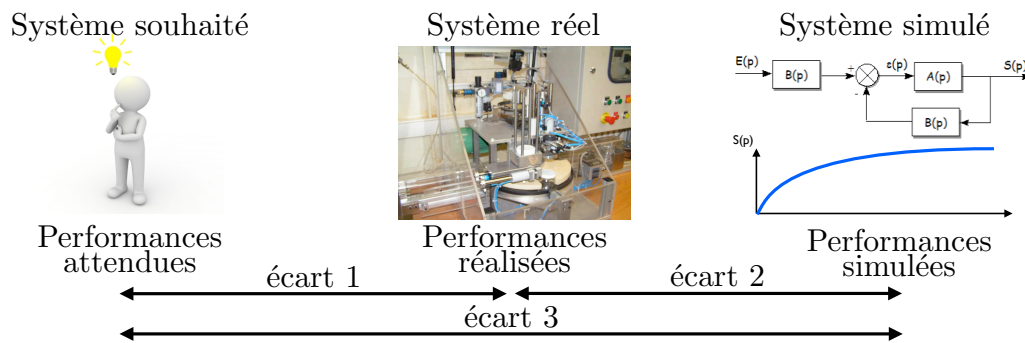

FIGURE 1 – Objectif de la démarche ingénieur : minimiser les écarts
- 4) une conclusion sur les écarts observés (cf. figure 1) et leurs origines éventuelles ;